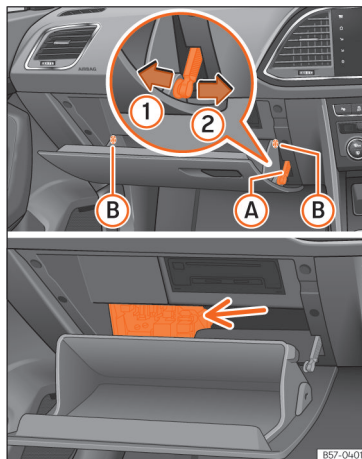

Abb. 199 Rechtslenker: Abdeckung des Sicherungskastens an der Instrumententafel, Beifahrerseite.
- Verriegelungstaste >>> [Abb. 199] A in zwei Schritten ausbauen: zunächst Verriegelungstaste nach hinten ziehen (Pfeil ①) und danach etwas nach rechts schieben (Pfeil ②). Führung ausbauen, wenn die Abdeckung normal geöffnet ist (30°).